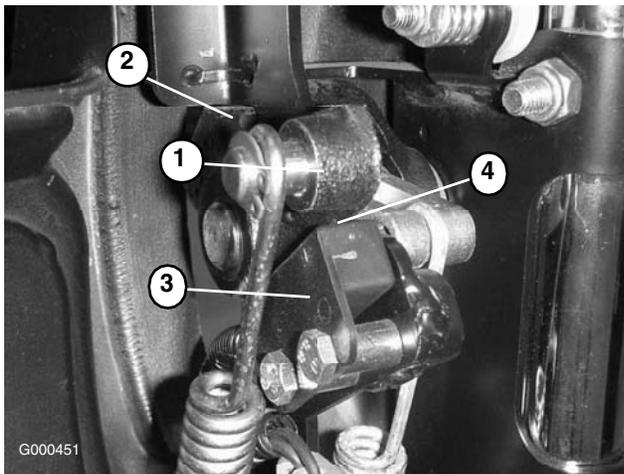

Bild 26
2. Legen Sie den Fahrtriebshebel ein, bis er den Neutral-Stopp berührt (Bild 26).
- Lösen Sie die Befestigungsschrauben des Sicherheitsschalters (Bild 26).
- Legen Sie eine 0,813 mm dicke Beilagscheibe zwischen dem Fahrtriebshebel und dem Sicherheitsschalter (Bild 26).